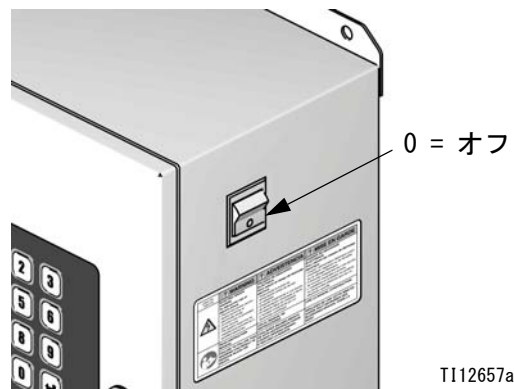

図 12: 電源オフ
3. ProMix 2KS の電源を切ります (0 位置)。図 12。